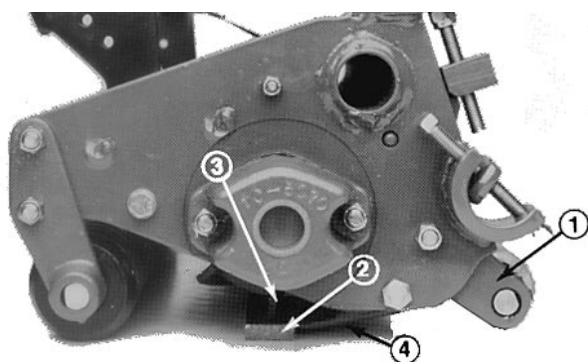

Fig. 6
2. Mettere una piastra dello spessore di 6 mm o più sotto le lame del cilindro e contro il tagliente della contro-lama (Fig. 6). Il rullo posteriore non deve venire a contatto con il piano d'appoggio.